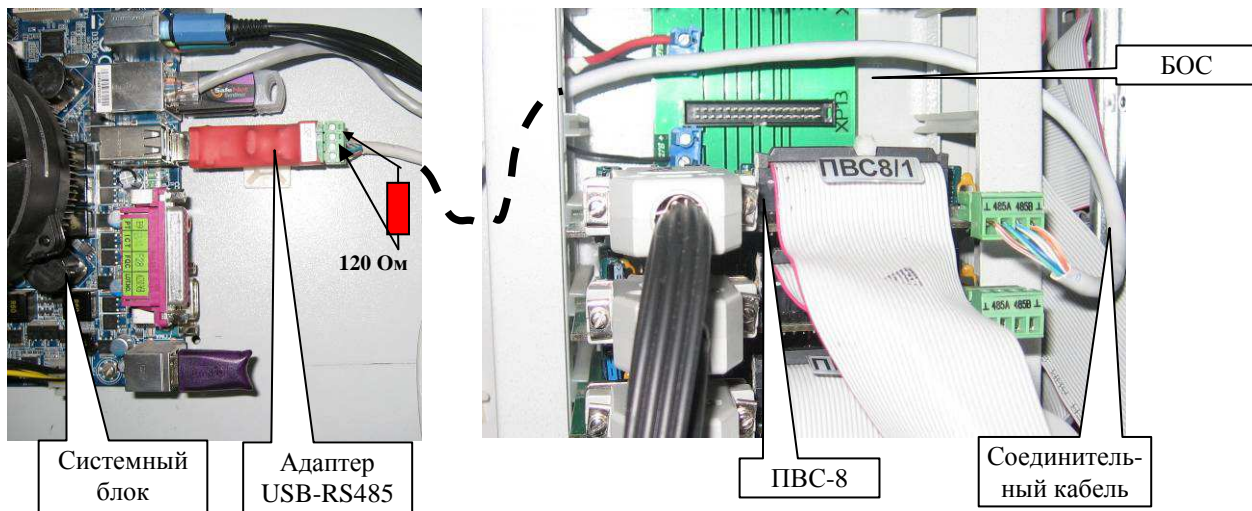
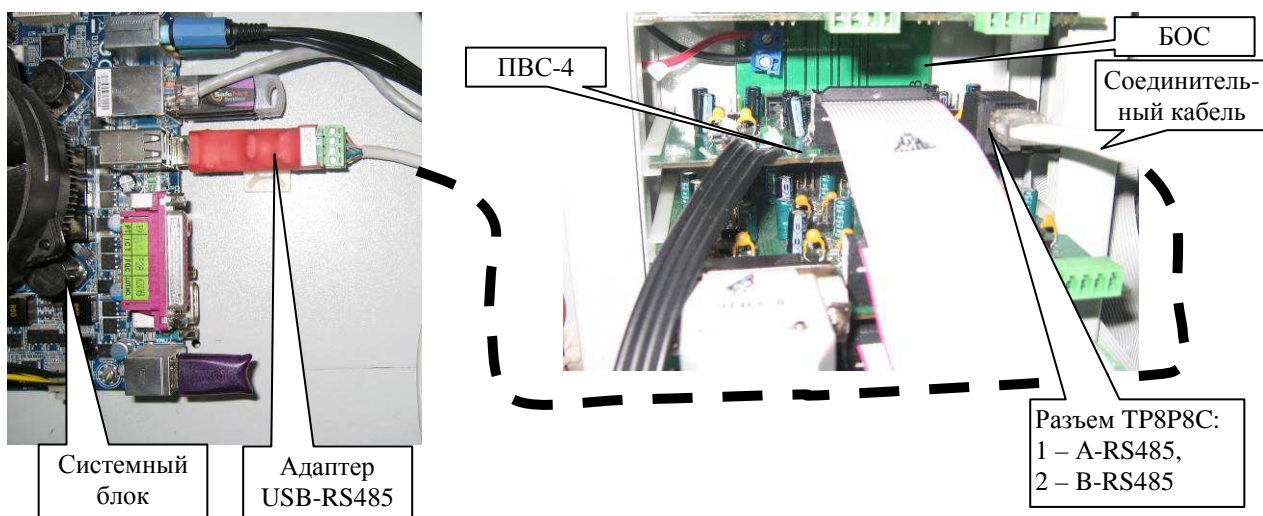

Рисунок 9.19 Цепь управления ПВК через PVC-8
Рисунок 9.20 Цепь управления ПВК через PVC-4
Примечание. 1. Необходимо проверить подключение адаптера USB-RS485 к USB-порту системного блока СЛЗ-64А (рис.4.2) и соединение кабелем этого адаптера с ПВС-8 (рис.9.19) или ПВС-4 (рис.9.20).
2. Подключить к контактам «А, В» адаптера USB-RS485 (рис.9.19) соответствующий резистор сопротивлением 120 Ом (0,25 Вт).